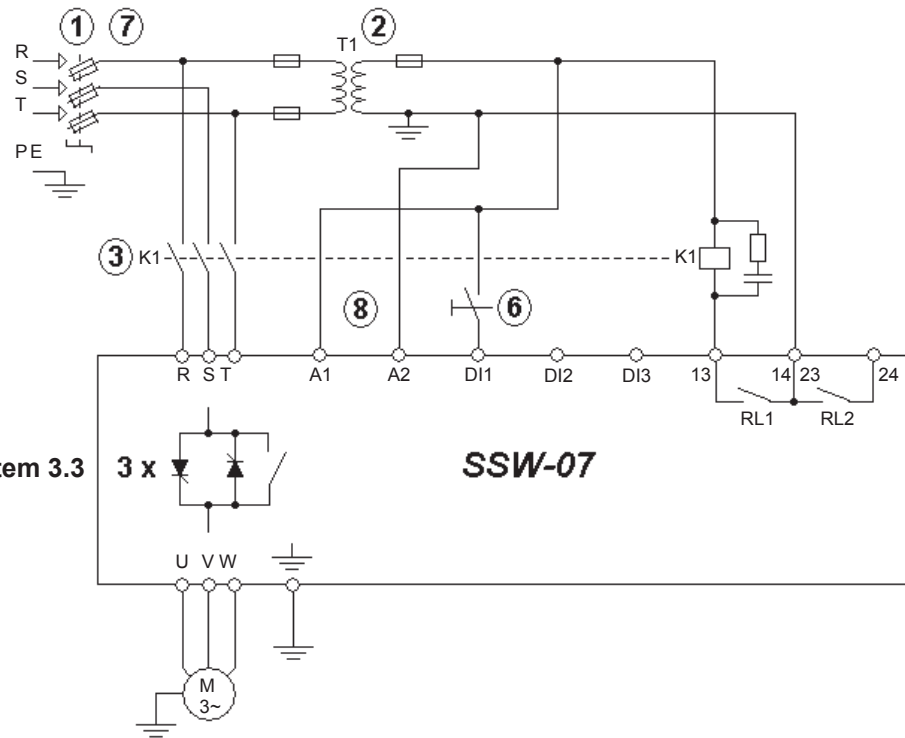

Figura 3.10 - Acionamento sugestivo com comandos por entradas digitais a dois fios e contator de isolação da potência
- 3.2.4.3 Contatores Recomendados Quando a SSW-07 for utilizada em aplicações que se faz necessário o uso de um contator de isolação, conforme a figura 3.10(K1), recomenda-se o uso de contatores WEG.